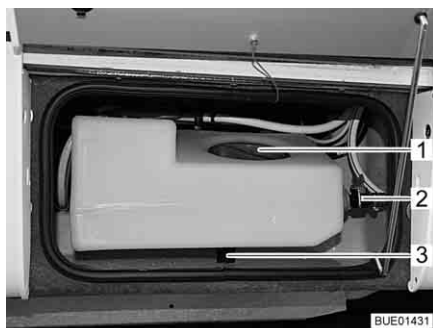
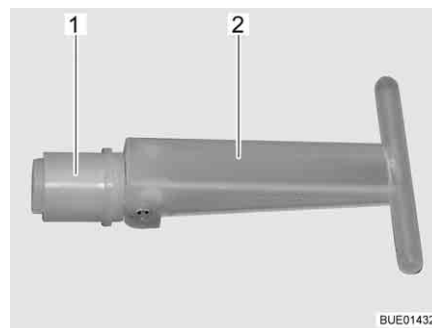

Fig. 235 Depósito de agua adicional
Fig. 236 Tapón de cierre
Al estar abierta la válvula de descarga (Fig. 235,2), la cantidad de llenado estará limitada a aprox. 30 l; el agua excesiva saldrá. Si la válvula de descarga está cerrada, estará a disposición el volumen completo del depósito.
Si se retira el tapón de cierre (Fig. 236,1) en el interior del depósito de agua adicional, el agua saldrá a través del desagüe (Fig. 235,3). Al tapón de cierre se tiene acceso a través de la abertura de servicio (Fig. 235,1).
- Asegurar que el tapón de cierre (Fig. 236,1) en el depósito de agua adicional esté cerrado (el asidero (Fig. 236,2) está plegado).
- Asegurar que esté cerrada la válvula de descarga (Fig. 235,2).
- Abrir la abertura de servicio (Fig. 235,1) del depósito de agua adicional.
- A través de la abertura de servicio, poner el asidero (Fig. 236,2) del tapón de cierre (Fig. 236,1) en posición vertical y extraer el tapón de cierre.
- Abrir la válvula de descarga (Fig. 235,2) del depósito de agua adicional.